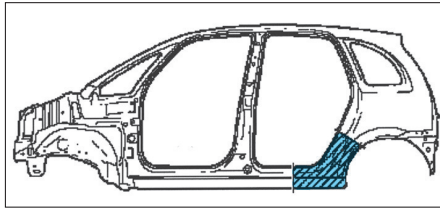

FIG. 51
• Découper et déposer le pied arrière par perçage en tenant compte de la longueur de la pièce neuve (Fig.51).